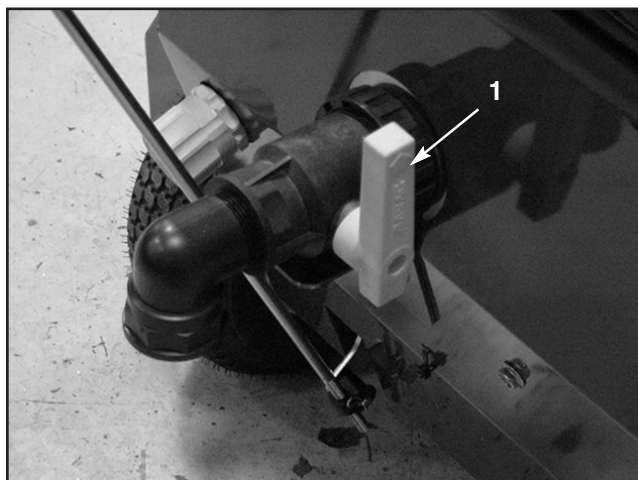

図29
2. ペイント・タンクのドレン・バルブ (図29) を開く。バルブの開きを大きくするほど流れ出るペイントの量が多くなる。